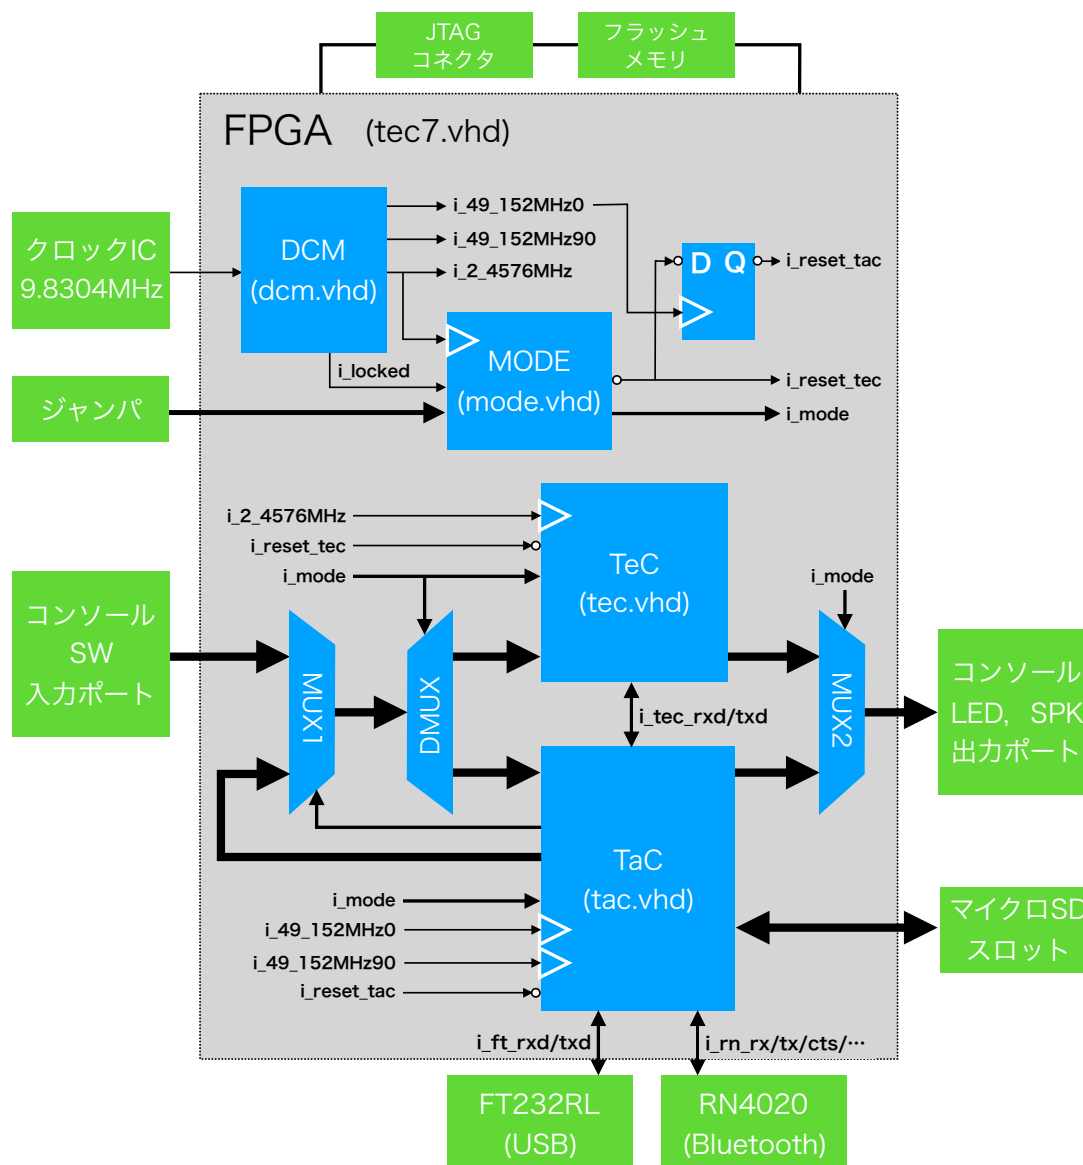
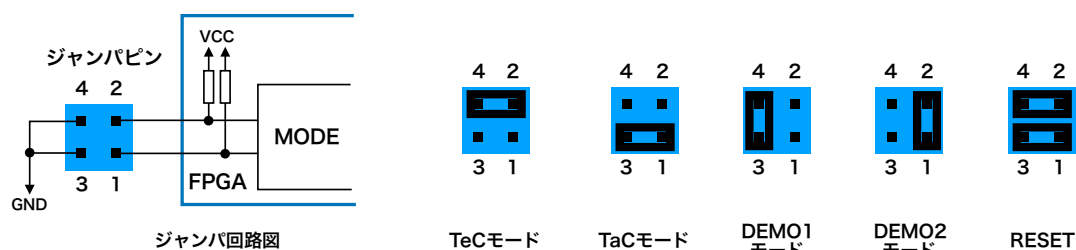

図 1.2 TeC7 のブロック図
図 2.1 ジャンパー
図 1.2 に TeC7 のブロック図を示す。図中央の灰色の大きな長方形は FPGA を表しており、主要な論理回路は全て FPGA に内蔵されていることが分かる。FPGA 内部の回路は VHDL で記述されている。TeC7 の回路を記述した VHDL のソースコードは GitHub^{*3} に公開してある。緑色の長方形はプリント基板上に実装された FPGA 以外の部品である。基板の回路図を付録 A, 図 A.4 に示す。以下では、図 1.2 を参照しながら TeC7 の回路構成の概要を説明する。
- 「TeC モード」、「DEMO1 モード」、「DEMO2 モード」、「リセット」では、TeC がコンソールと接続される。その様子を図 1.2 で確認する。図中の「TeC」が TeC コンピュータである。この内部に、TeC の CPU や主記憶、入出力装置などの回路が組み込まれている。i_mode の値が 001 (TaC モード) 以外の場合、図中のデマルチプレクサ (DMUX) とマルチプレクサ (MUX2) が切り替わり TeC とコンソールが接続される。i_mode の値が「DEMO モード」の場合は、TeC のメモリに予め電子オルゴールプログラムが入力された状態になる。
ジャンパーはプリント基板中央下（図 1.1 参照）に配置された小さな部品である．基板側に四本のジャンパピンが正方形に配置されている．隣り合った二本のジャンパピンをジャンパプラグで導通させることにより，TeC7 の動作モードを設定する．ジャンパーの回路図とジャンパプラグの設定位置を図 2.1 に示す．ジャンパピンの 1，2 番が FPGA 内部の MODE ブロック（図 1.2 参照）に接続されている．なお，TeC7 がジャンパーの設定を読み取るのは電源投入時だけである．